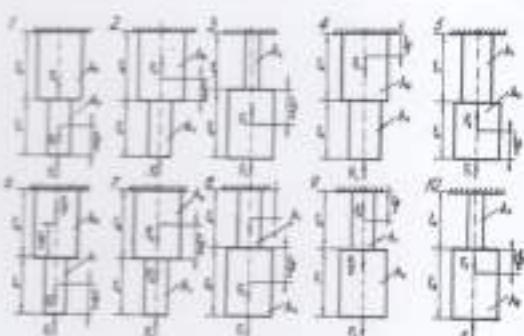

Рис. 1
**Задача №1.** Стальной стержень ступенчатой формы нагружен внешними силами  $F_1$  и  $F_2$  как показано на (рис. 1). Построить эпюры продольных сил, нормальных напряжений и перемещений поперечных сечений стержня, приняв модуль упругости  $E = 2 \cdot 10^5$  МПа. Числовые значения внешних сил  $F_1$  и  $F_2$ , а также площади поперечных сечений  $A_1$ ,  $A_2$  и линейные размеры ступеней стержня  $l_1$  и  $l_2$  приведены по табл. 1.